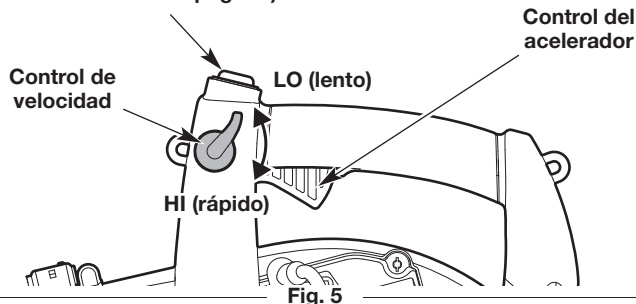

Fig. 5
NOTA: No es necesario encender la unidad. El interruptor de encendido/apagado está en la posición **Encendido (I)** en todo momento (Fig. 5).
2. Mueva el control de crucero a la posición **LO (lento)** (Fig. 5).
NOTA: Mantenga el control de crucero en posición **LO (lento)** y **NO presione el control del acelerador (Fig. 5)** hasta el paso 7.
7. Apriete y mantenga oprimido el control del acelerador o mueva el control de crucero a la posición **HI (rápido)** (Fig. 5).
2. Oprima y mantenga apretado el interruptor de encendido/apagado en la posición **Apagado (O)** hasta que el motor se pare por completo (Fig. 5).
NOTA: No hay necesidad de encender la unidad. El interruptor de Encendido/Apagado debe estar en la posición **Encendido (1)** en todo momento (Fig. 5).
NOTA: Mantenga el control de crucero en posición **LO (lento)** y **NO presione el control del acelerador (Fig. 5) hasta el paso 9.**
9. Apriete y mantenga oprimido el control del acelerador o mueva el control de crucero a la posición **HI (rápido)** (Fig. 5).
2. Oprima y no suelte el interruptor de control de encendido/apagado en la posición **Apagado (0)** hasta que el motor se detenga por completo (Fig. 5).
- Use el control de velocidad para facilitar la operación continua (Fig. 5).